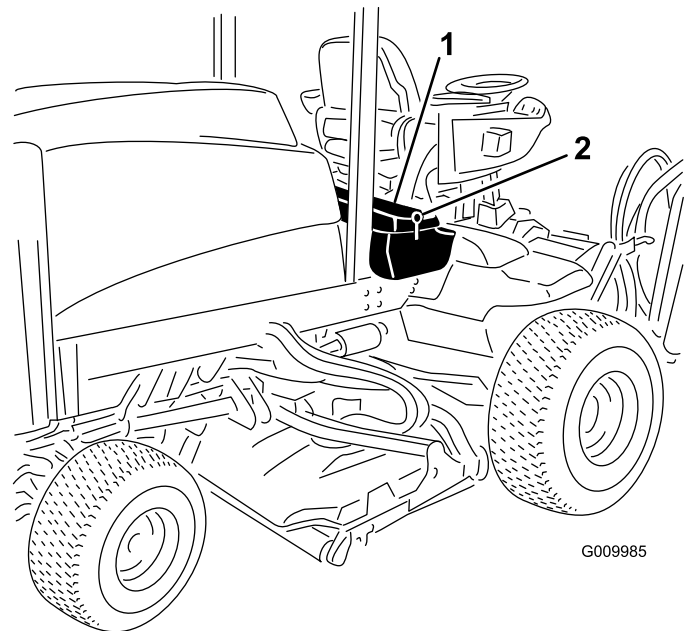

図 41
1. 運転席のコンソールパネルのラッチを外して持ち上げる 図 41。